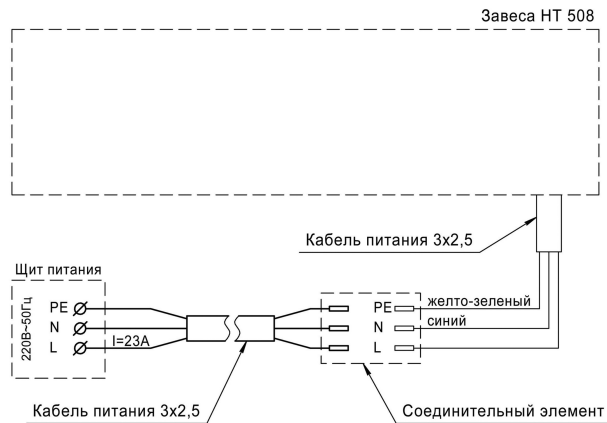

Рис. 3
2. Подключение к стационарной электросети производится в соответствии со схемой, указанной на рис. 3 и на корпусе завесы.